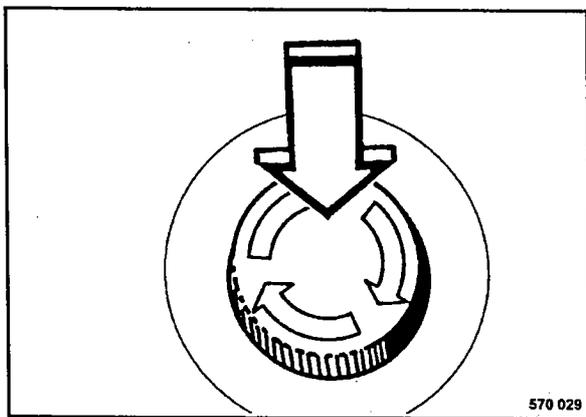

Fig. 70
- Accionar el interruptor de parada de emergencia (Fig. 70).